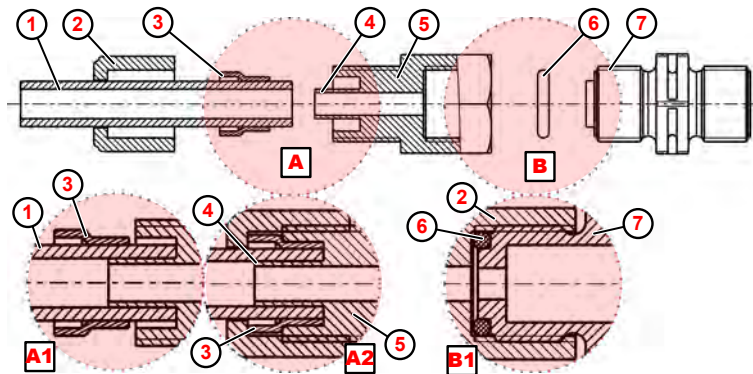

Abb. 7: Rohr- und Schlauchanschluss mit integrierter Stützhülse
1. O-Ring (Abb. 7 , ⑥) in Nut von Saug-, bzw. Druckventil ⑦ legen.
2. Aufschraubverschraubung ⑤ festziehen (Detail B1).
3. Schlauch ① gerade abschneiden.
4. Überwurfmutter ② über Schlauch ① schieben.
5. Klemmring ③ über Schlauch ① schieben.
6. Schlauch ① bis zum Anschlag auf Stützhülse ④ schieben (Detail: A1).
7. Aufschraubverschraubung ⑤ festziehen (Detail A2).